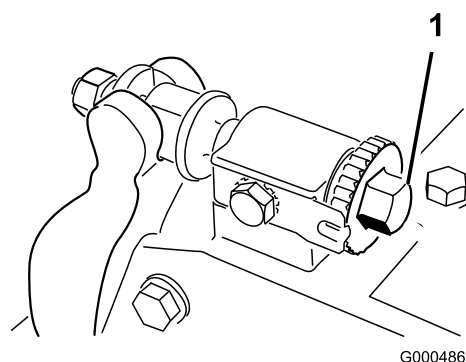
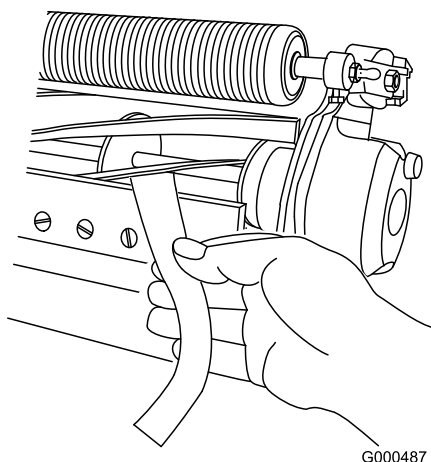

図 52
図 53
2. ベッド・バー調整ネジ（図 52）を左に回して、リールと下刃の接触を完全になくす。
4. リール前面の左右いずれかの端を選び、リールと下刃の間に長く切った新聞紙片を差し入れる（図 53）。リールをゆっくり前回転させながら下刃調整ネジを締める（図 52（新聞紙を入れた側の調整ネジを、1目盛りづ
6. 両側の調整ができれば最終確認を行う：紙片をリールの前から差し込んだ時にははさむだけ、下から差し込むと切れるのが正しい調整である（図 53）。リールと下刃のごくわずかの接触で紙が切れなければいけない。接触を強くしないと切れない場合には、鋭利な刃先を取り戻して精密なカットができるようにバックラップか研磨を行うことが必要（Toro研磨マニュアルを参照）。